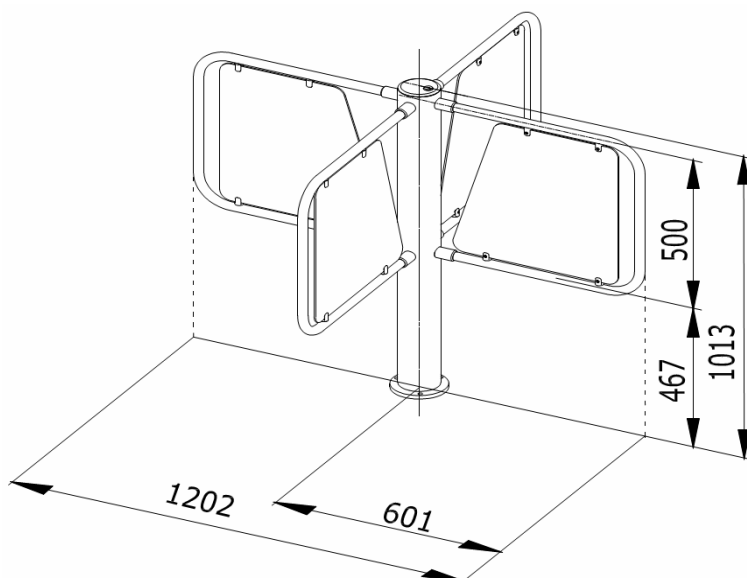
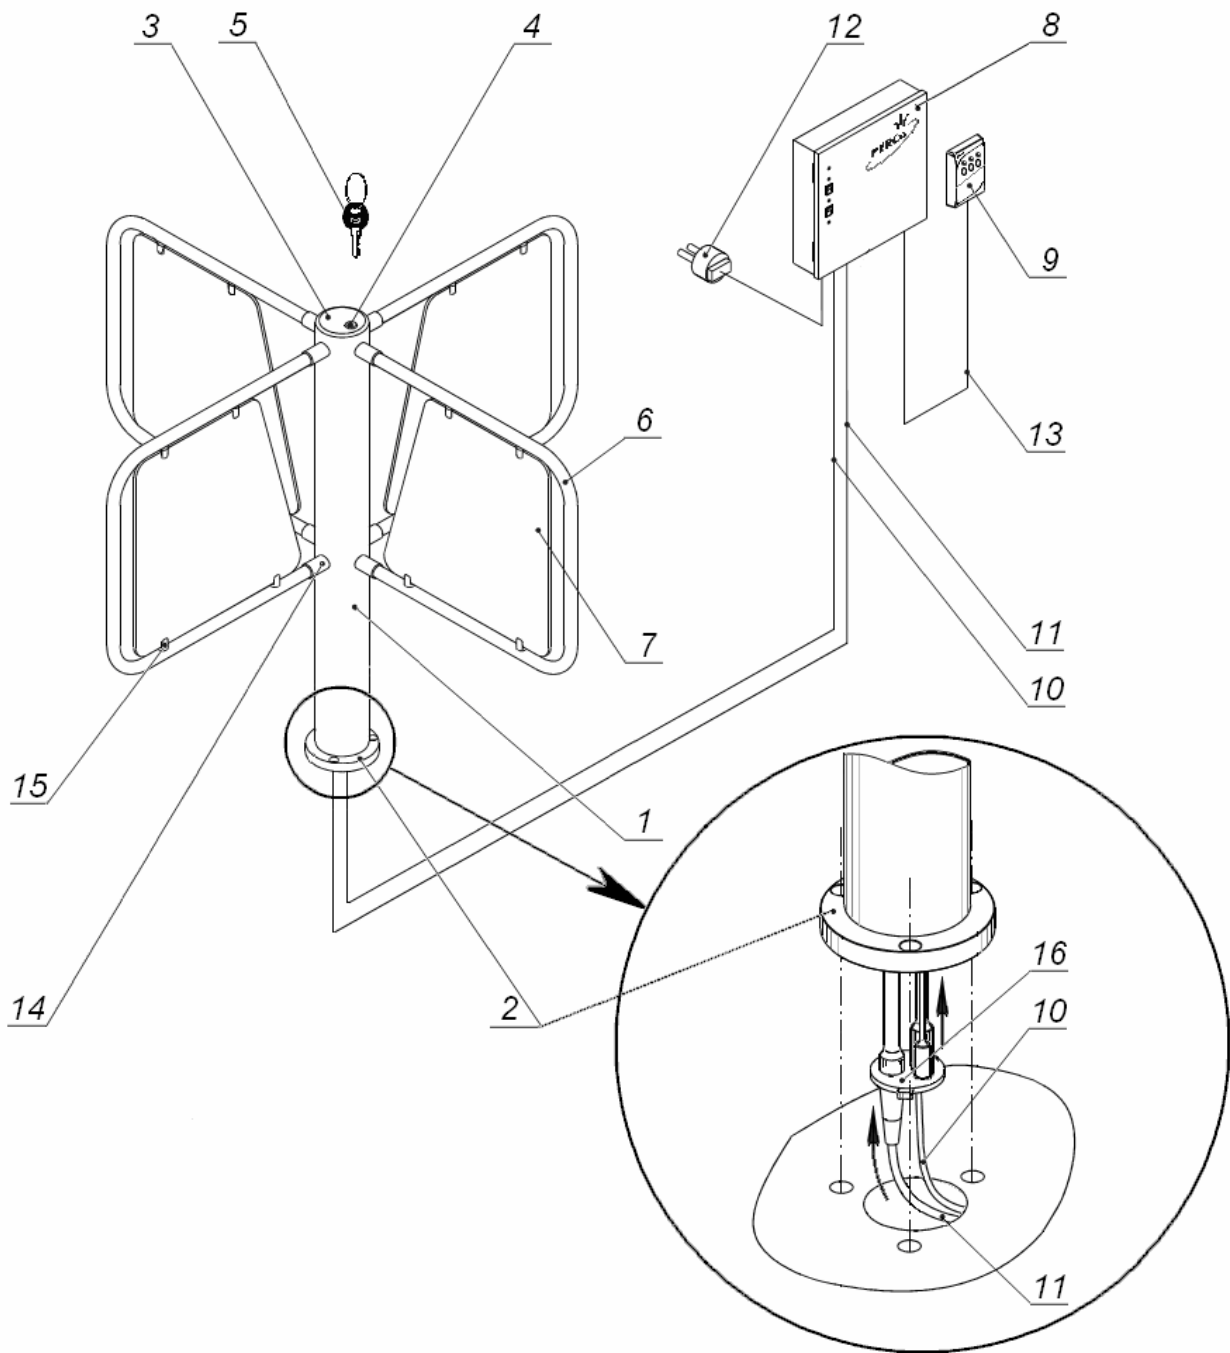

Рисунок 1. Габаритные размеры турникета
Рисунок 2. Общий вид турникета
Общий вид турникета показан на рис. 2. Номера позиций в тексте настоящего Руководства по эксплуатации указаны в соответствии с рис. 2, кроме оговоренных особо. Габаритные размеры турникета приведены на рис. 1.
БУ (8) (см. рис. 2 и 5) предназначен для электропитания узлов турникета и реализации алгоритма управления. Он выполнен в виде отдельного прибора в закрытом металлическом корпусе, обеспечивающем настенное крепление с антисдергивающей фиксацией. Возможно настольное применение БУ. В корпусе БУ находятся: силовой трансформатор, модуль ИП, модуль процессорный, два аккумулятора внутреннего РИП.